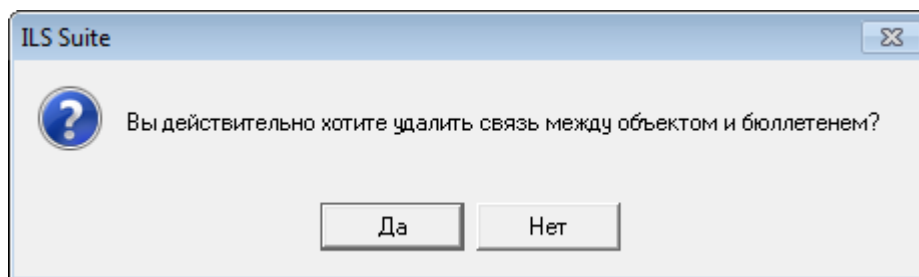

Рис. 14-24 – Подтвердить намерение удалить связь бюллетеня с экземпляром ФИ
5) В появившемся окне нажать кнопку «Да», чтобы подтвердить действие (рис. 14-24).